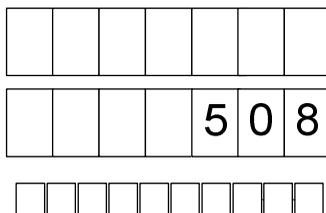

Рисунок 7
11.4 После пуска установки значение заданной дозы обнуляется, устройство подает напряжение питания на МП, КМР и КБР. Во время отпуска топлива устройство получает от ДРТ сигнал в виде импульсов, количество которых пропорционально отпущенному количеству топлива, и отображает величину отпущенной на текущий момент дозы (рисунок 7).